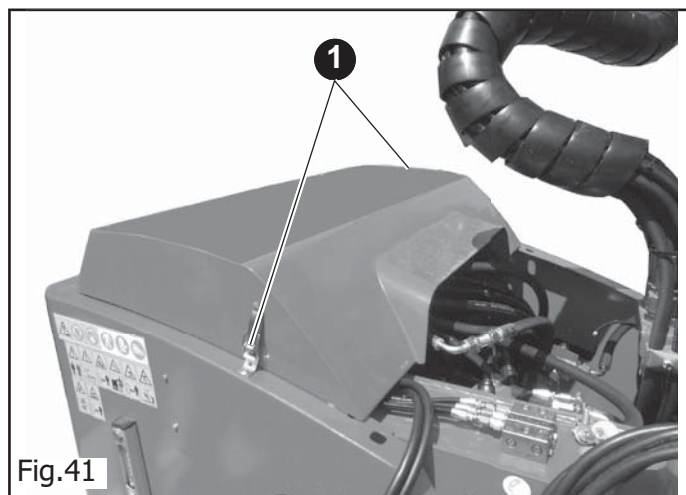

Fig.41
- Sganciare i due fermi di sicurezza del carter. (1 Fig.41)
- Bloccare i fermi di sicurezza. (1 Fig.41)